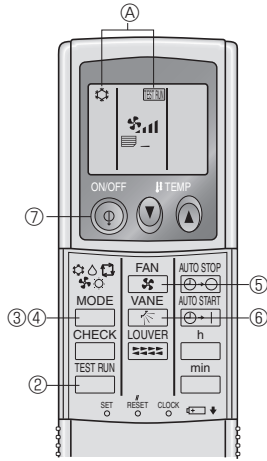

Fig. 7-5
7.2.2. Kablosuz uzaktan kumanda kullanarak (Fig. 7-5)